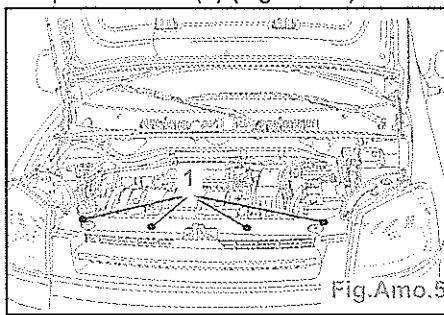

Fig.Amo.5
- Déposer les vis (1) (Fig.Amo.5).